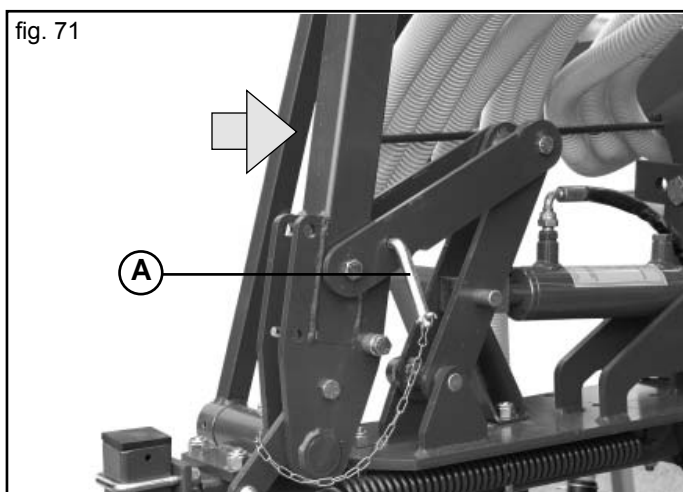
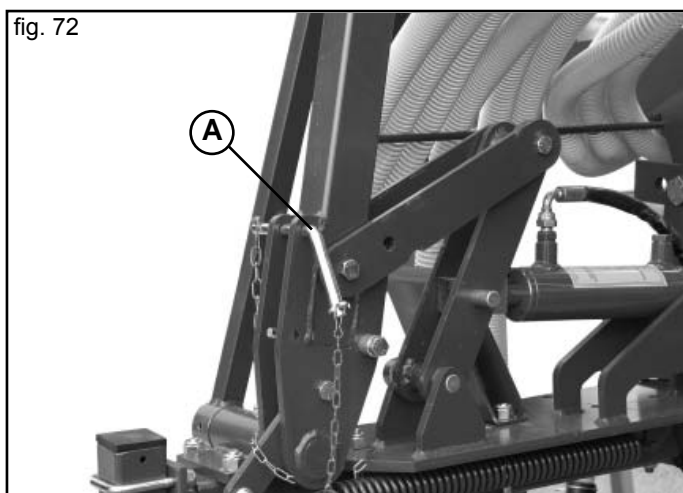

fig. 71
fig. 72
Avant de mettre en marche l'installation hydraulique du traceur, exercer une légère pression avec la main sur le bras traceur dans le sens de la flèche (Fig. 71). Puis, décrocher les sécurités montées sur les deux bras (A Fig. 71) et les placer comme l'indique la Figure 72. Lors des déplacements routiers, bloquer les bras traceurs en position verticale, moyennant les dispositifs de sécurité prévus (A Fig. 71).
- Décrocher les sécurités (Fig. 71) et ouvrir manuellement les bras traceurs jusqu'à ce qu'ils reposent au sol.